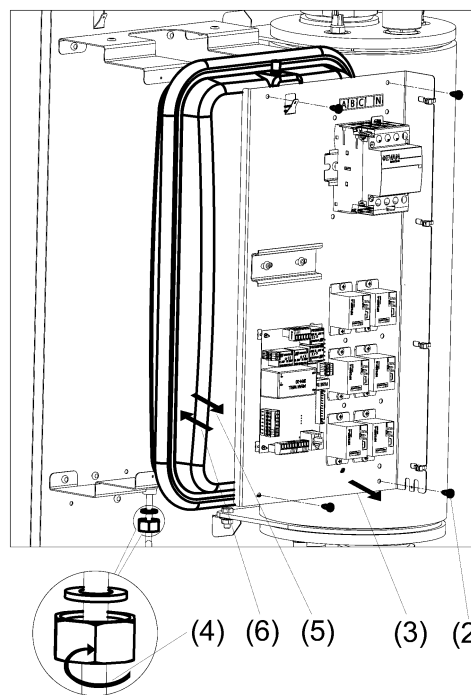

Рисунок 11. Замена расширительного бака
- (2) Открутите четыре самореза (см. рис. 11).
- (3) Снимите и уберите панель силовую с электрокомпонентами в сторону;
- (4) Открутите накидную гайку, соединяющую бак и трубопровод подачи теплоносителя.
- (5) Извлеките бак из корпуса прибора.
- (6) Установите новый бак взамен прежнего, используйте новую уплотнительную прокладку для накидной гайки.
- (7) Проверьте давление воздуха в расширительном баке. Давление воздуха должно быть в диапазоне (1,0÷1,5) бар. При необходимости отрегулируйте давление до нормы.
- (8) Закрутите накидную гайку соединяющую напорный трубопровод подачи и бак. Выполните проверку герметичности соединения.
- (9) Подсоедините провода к электрокомпонентам расположенных на панели силовой.